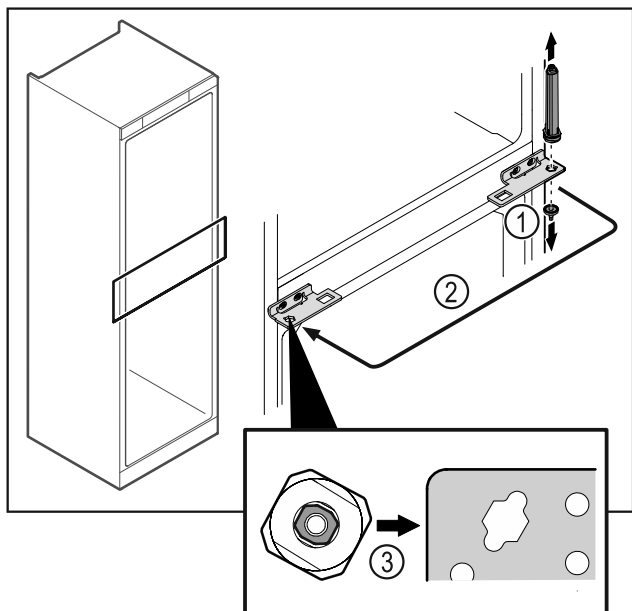

Fig. 49
- ▶ Skru av hengselboltene Fig. 49 (1).
- ▶ Flytt dørlukkesystemet Fig. 49 (2).
- ▶ Vær oppmerksom på korrekt justering av dørlukkesystemet Fig. 49 (3) ved innsetting.